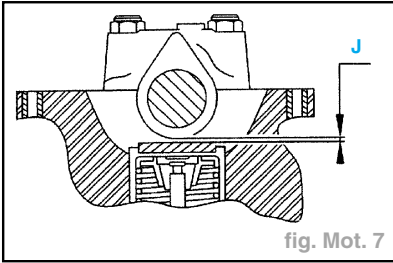

fig. Mot. 7
- Placer la came à dos de came et mesurer le "J" (fig. Mot. 7).